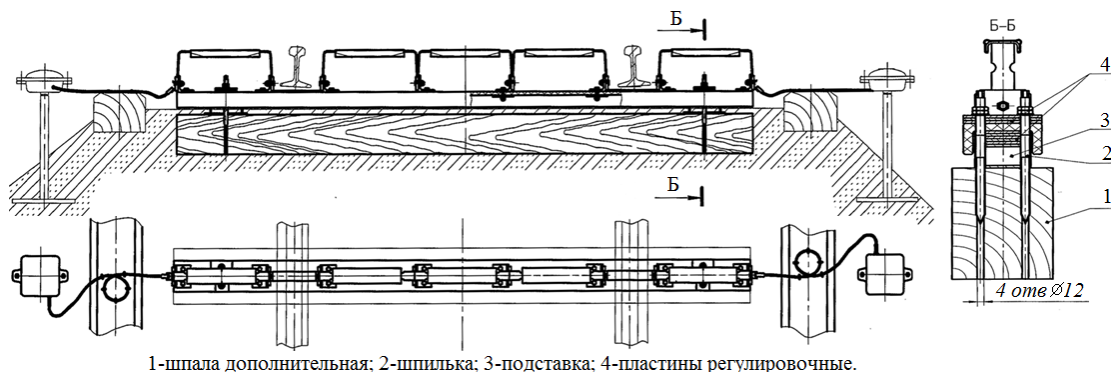

Рис.3. Устройство контроля схода подвижного состава, устанавливаемое на дополнительной деревянной шпале
7.3.2.1. Для демонтажа УКСПС установленного на дополнительную деревянную шпалу (рис.3.) необходимо:
- выкрутить 4 шпильки (поз.2 рис.3) крепления балки с датчиками к деревянной шпале;
- закрепить 4 шпильки (поз.2 рис.3) крепления балки с датчиками к деревянной шпале;